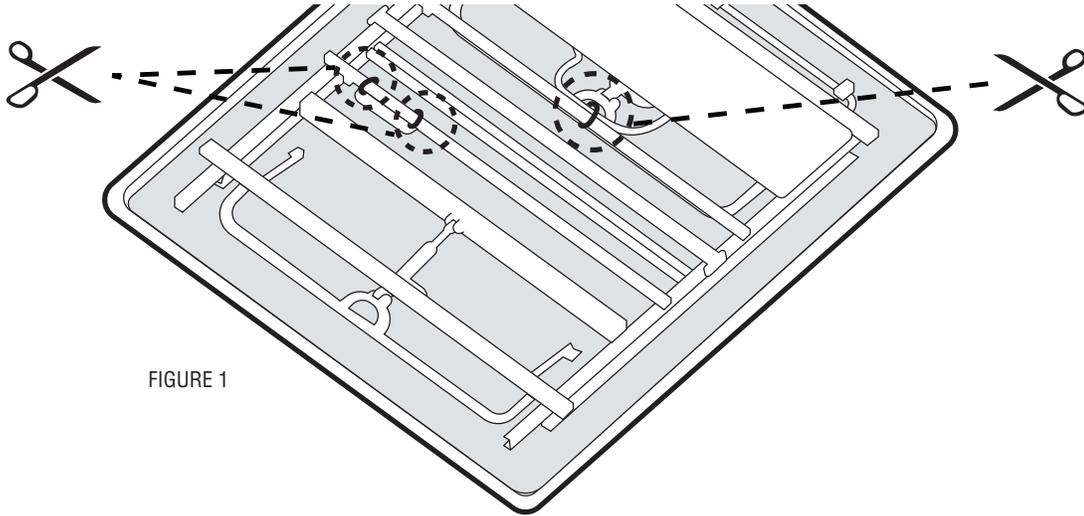

FIGURE 1
Couper les (2) attaches mono-usage orange sur le bloc d'alimentation électrique. Couper l'(1) attache mono-usage orange et retirer le dispositif de retenue du matelas (mettre de côté) (FIGURE 1).